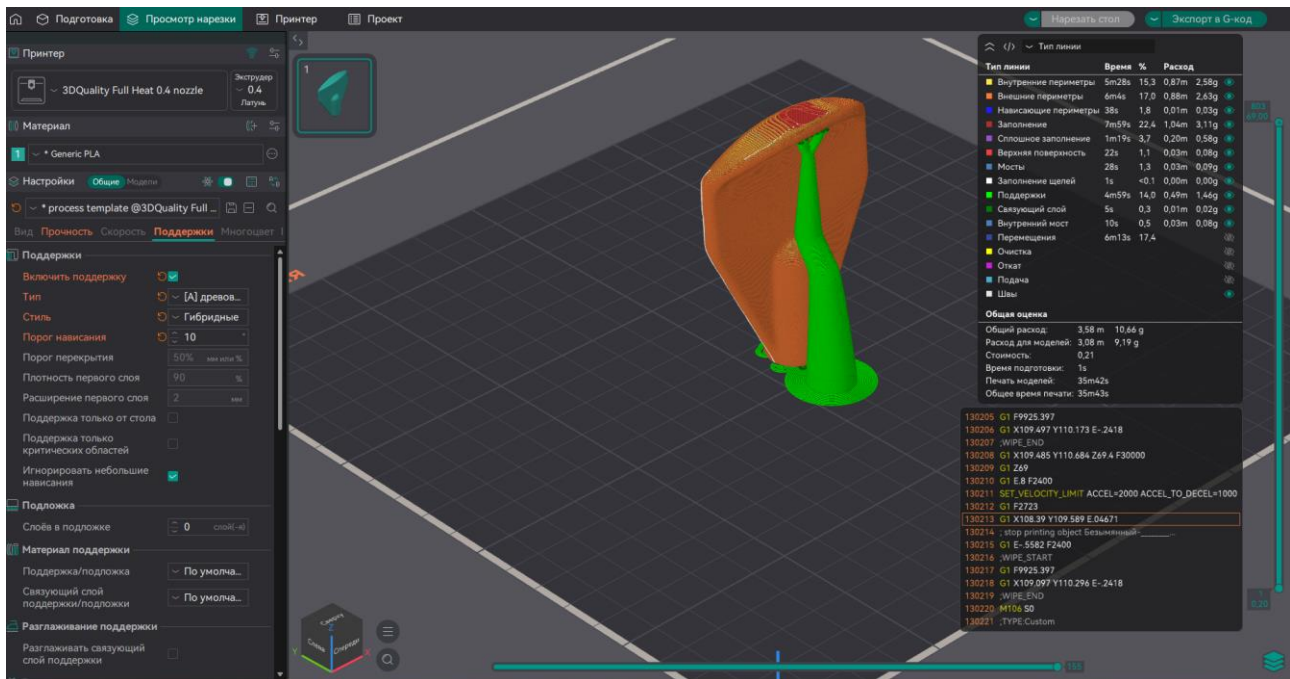

Рис. 26. Подготовка поддержки
- минимальный время слоя (*Min Layer Time*): 10 с. (Рис. 26)